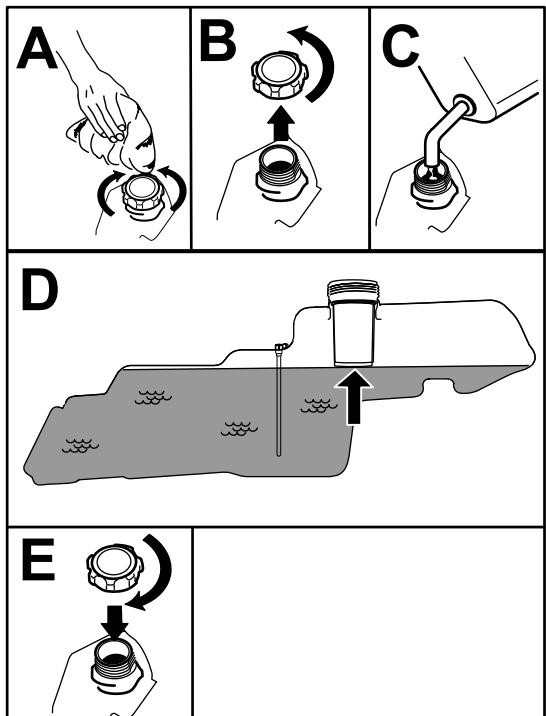

Figura 8
5. LLene el depósito de combustible hasta la parte inferior del cuello de llenado (Figura 8). No llene completamente el depósito de combustible